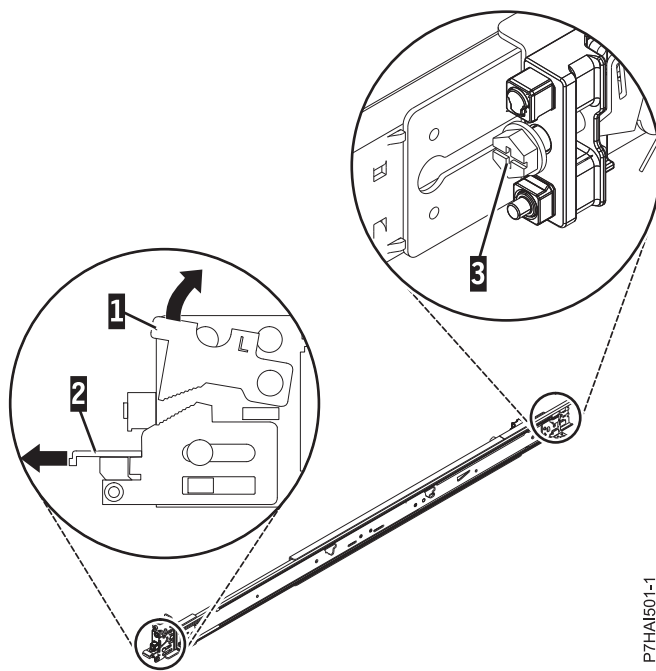

Abbildung 19. Vordere Verriegelung öffnen und Schraube an der Rückseite entfernen
2. Drücken Sie die vordere Sperrzunge (1) nach oben und ziehen die vordere Verriegelung (2) an der Vorderseite der Schiene heraus. Entfernen Sie die Schraube anschließend wieder von der Rückseite der Schiene (3). Einzelheiten finden Sie unter Abb. 19.